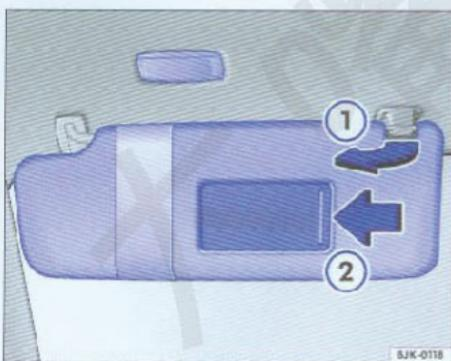

图37 驾驶员侧遮阳板
驾驶员侧和前排乘员侧遮阳板可从各自的支架上拉出,转向车门①⇒图37。